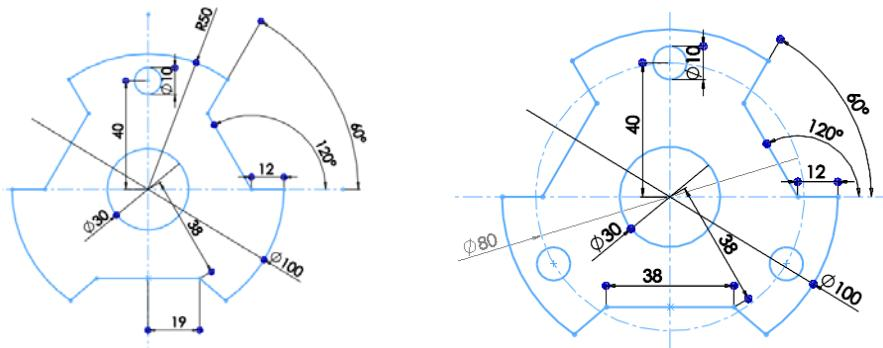

图 2-103 圆周草图阵列
**07** 草绘图形。单击“草图”工具栏中的“圆”图标按钮 $\text{C}$ ，绘制直径分别为 10 和 30 的圆，并单击“草图”工具栏中的“智能尺寸”图标按钮 $\text{D}$ ，确定位置尺寸，如图 2-103 所示。
**08** 阵列草图。单击“草图”工具栏中的“圆周草图阵列”图标按钮 $\text{⊕}$ ，选择直径为10mm的小圆，阵列数目为3，如图 2-103 所示。